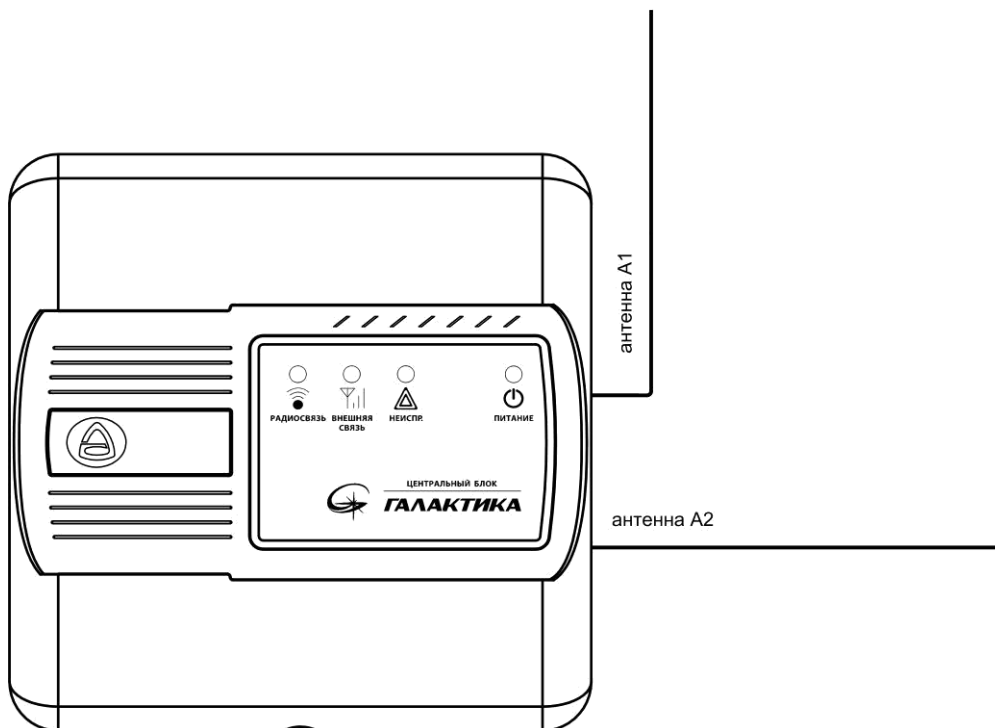

Рис.1 Общий вид ЦБ с подключенными антеннами
3.1.1 На панель индикации ЦБ (см. рис.1) выведены светодиодные индикаторы: контроля состояния питания - «ПИТАНИЕ» и контроля связи и неисправностей в системе – «РАДИОСВЯЗЬ» (связь с р/у), «ВНЕШНЯЯ СВЯЗЬ» (GSM канал) и «НЕИСПР.» (описание индикации – см.п. 3.5).